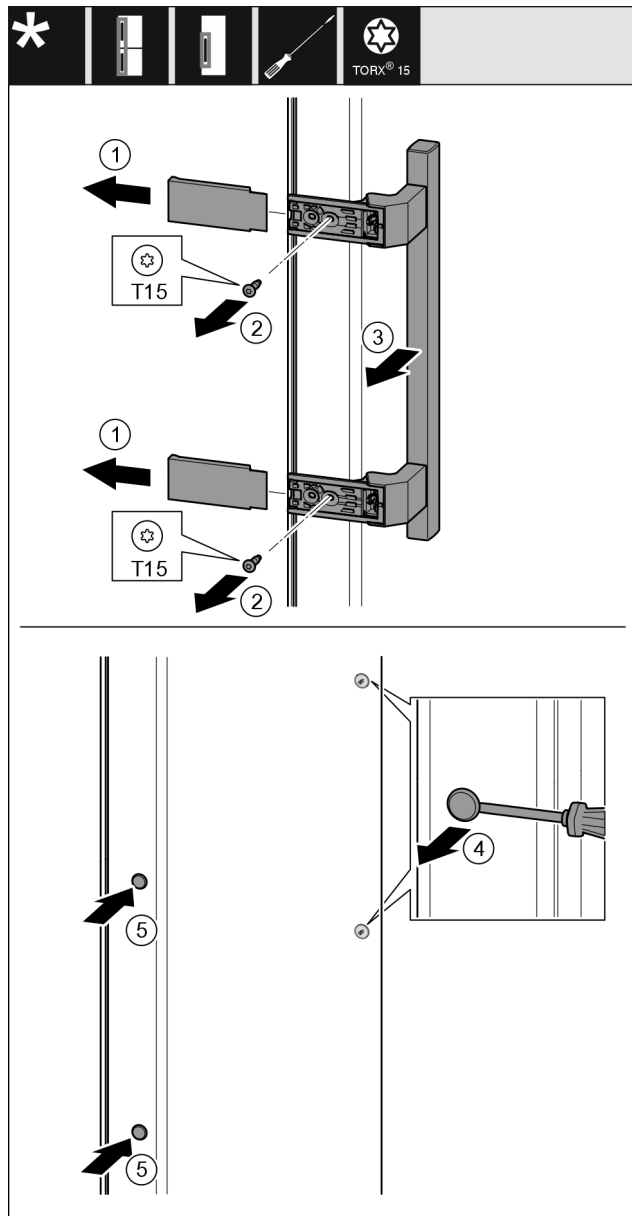

Fig. 35
- ▶ Izvucite poklopac Fig. 35 (1).
- ▶ Odvijačem odvrtite vijke Fig. 35 (2).
- ▶ Skinite ručku Fig. 35 (3).
- ▶ Odvijačem s ravnom glavom oprezno podignite bočni čep Fig. 35 (4) i izvucite ga.
- ▶ Ponovno umetnite čep Fig. 35 (5) na drugoj strani.